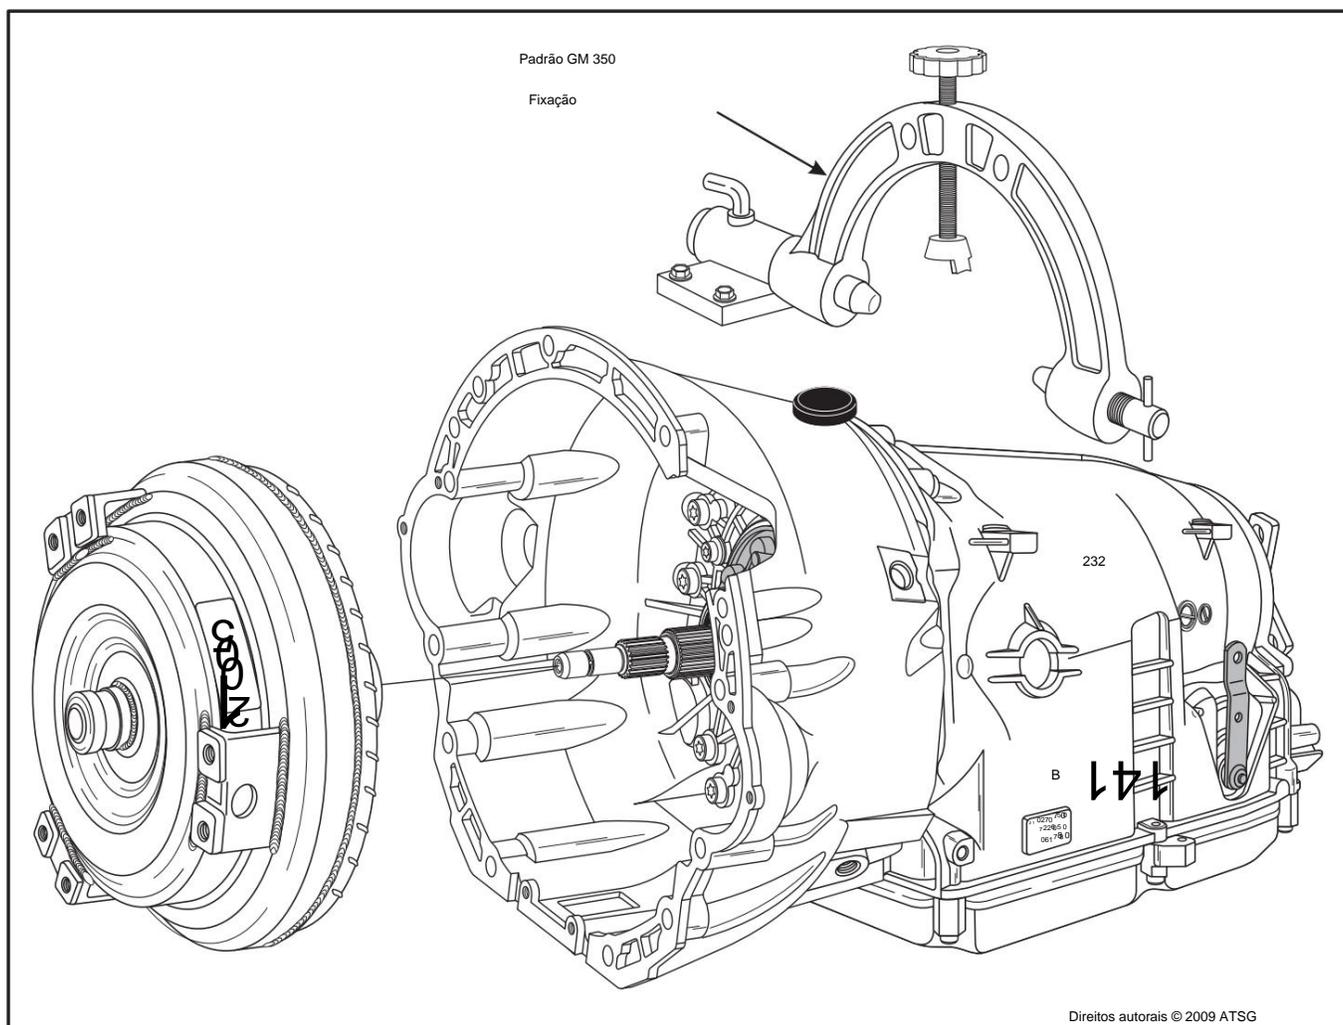

Figura 41
2. O dispositivo de fixação padrão GM 350 funciona muito bem na transmissão 722.6, como mostrado na Figura 41, o que lhe dará o benefício de girar a transmissão facilmente.
4. Instale o dispositivo de fixação mostrado na Figura 41, instale a unidade no suporte de bancada e gire o transmissão de forma que a campainha fique voltada para cima.